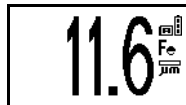

Abb. 9. Typische Messwert-Anzeige
3. Der Messwert wird auf der Anzeige angezeigt (Abbildung 9).